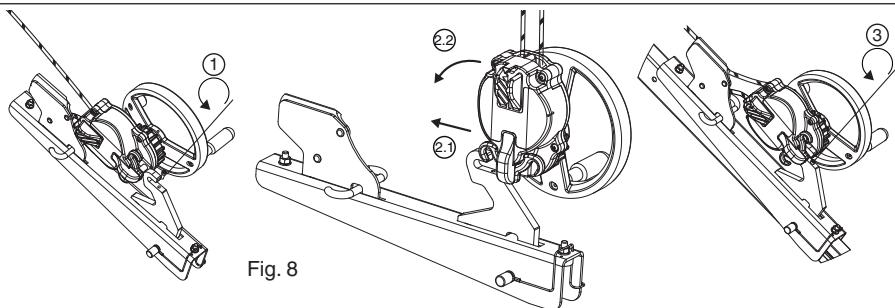

Fig. 8
### 6.3.4 Apparecchio DEROPE™ UP R (Fig. 8, 9 e 10)
L'apparecchio DEROPE™ UP R deve essere fissato sulla gamba del treppiede TRACPODE™ di Tractel® come indicato alla fig. 8. È vietato qualunque altro fissaggio in un punto diverso del treppiede TRACPODE™ di Tractel®.
1. Svitare la vite di bloccaggio del gancio di fissaggio della console per apparecchio DEROPE™ UP R (fig. 8,1).
2. Posizionare l'apparecchio DEROPE™ UP R sul gancio di fissaggio (fig. 8, 2.1 – 2.2).
3. Riavvitare la vite di bloccaggio in modo da impedire all'apparecchio di staccarsi dalla console (fig. 8, 3) e verificare che questa sia ben posizionata e fissata.